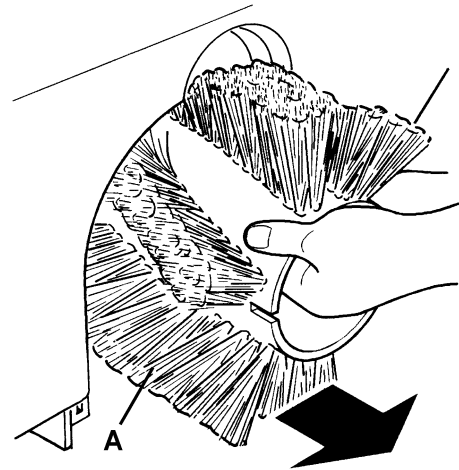

Figure 4
6. Enlever le balai (A, Fig. 4).